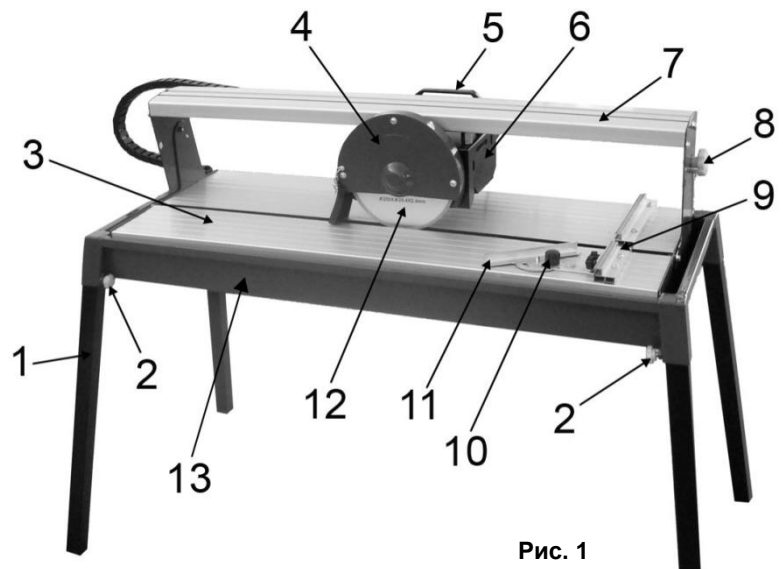

Рис. 1
- Переверните раму поддона (13)(См. Рис.1) вверх дном. Положите ее на ровную поверхность.
- Установите четыре опорные ножки (1)(См. Рис.1) в посадочные места по углам поддона.
- Зафиксируйте их положение винтами (2)(См. Рис.1).
- Установите поддон для воды в основание (13)(См. Рис.1). Зафиксируйте его положение винтами.
- Электрический плиткорез снабжен специальным поддоном (13)(См. Рис.1) для водяного охлаждения отрезного алмазного диска.
- Включите плиткорез, дождитесь максимальной скорости режущего диска, плотно удерживая ручку перемещения электродвигателя (5)(См. Рис.1), произведите резание, плавно перемещая блок электродвигателя и отрезного диска по направляющему мосту.
- Фиксированное движение режущего диска по направляющему мосту (7)(См. Рис.1) по прямой горизонтальной линии обеспечивает ровность реза.
- **Для включения плиткореза:** нажмите на пусковую кнопку зеленого цвета на корпусе электродвигателя (6)(См. Рис.1). Переведите ее в положение «ВКЛ» (ON).
- Ослабьте винты фиксации (8) угла наклона направляющего моста (7) (См. Рис.1; 5).
- Переведите направляющую (7) в наклонное положение, выставив ее на предполагаемый угол реза.
- Установите нужный угол, ориентируясь по шкале (26).
- Зафиксируйте положение направляющей (7), крепко затянув винты фиксации (8).